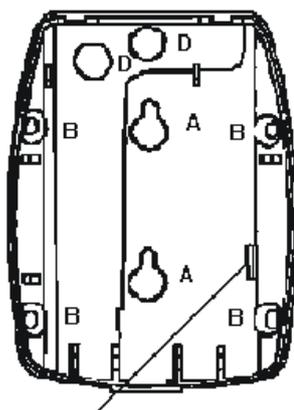

Рисунок 2. Основание извещателя
- снимите печатную плату, отжав удерживающий ее фиксатор (рис. 2);